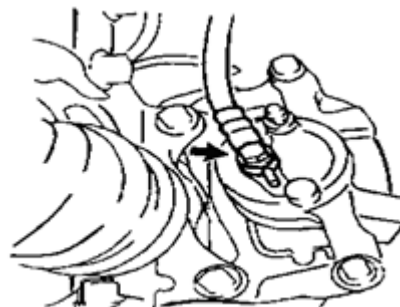

图 3-12
(1) 从前制动钳体上拆下空心螺栓和紫铜垫圈，然后脱开软管，如图3-12所示。